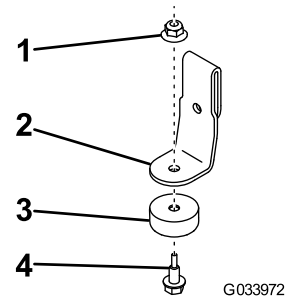

Bild 1
1. Befestigen Sie die Stoßleiste mit einer Ansatzschraube und Sicherungsmutter an der Anschlagbefestigung (Bild 1).